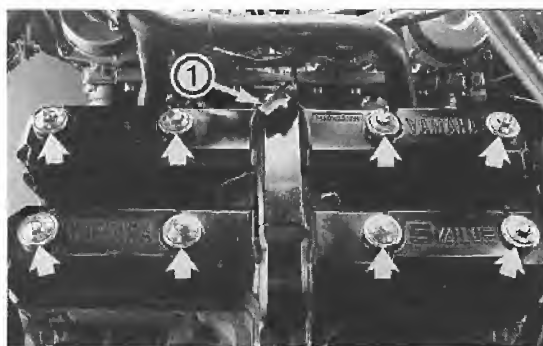

Bild 18
● Luftleitstück abnehmen und Stecker des Lüftermotors ① Bild 18 trennen. Kühler abnehmen.
● Die Zylinderkopfdeckelschrauben (Bild 18) schrittweise über Kreuz (von aussen nach innen) ausdrehen und Deckel abnehmen.
● Zylinderkopfdeckel mit fett- und ölfreien Dichtflächen montieren (Bild 18). Dichtgummis der Befestigungsschrauben leicht ölen und Schrauben eindrehen (10 Nm).
● Kühler wieder anbringen (Bild 17). Stecker des Kühlerventilator motors ① Bild 18 und Schläuche anschliessen.